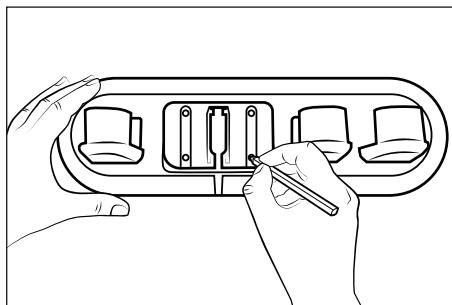

Fig. 5
- 2) Busque un lugar de montaje adecuado para el soporte mural y el soporte para accesorios ⑯/⑰:
- El soporte mural y el soporte para accesorios ⑯/⑰ deben montarse a suficiente distancia del suelo para facilitar la inserción y extracción del aparato del soporte mural ⑯.
- Debe haber una toma eléctrica fácilmente accesible para el adaptador de red ⑩.
- 3) Utilice el soporte para accesorios ⑰ para marcar los cuatro orificios en la pared con un lápiz (consulte la fig. 5).